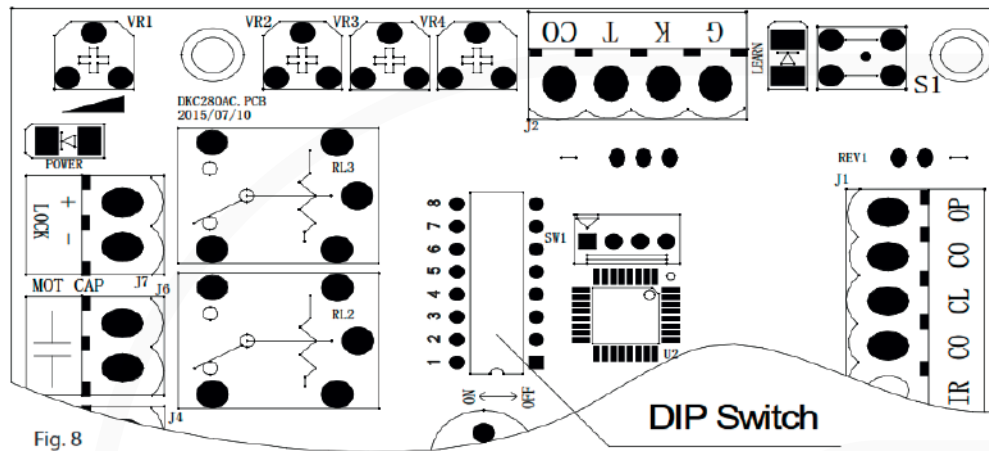

Fig. 8
- Adición de controles remotos adicionales (Programar): Retirar la tapa, presione y mantenga oprimido el botón de programación "S1" (Fig. 8) más de 2 segundos, entonces el "LED- Diodo emisor de luz de programación LEARN" (Fig. 8) se iluminará, a continuación presione el botón del control remoto que desea utilizar, la luz "LED- Diodo emisor de luz" se encenderá unos 2 segundos y luego se apagará de nuevo. El proceso de programación ha terminado. Se pueden utilizar hasta 25 controles remoto